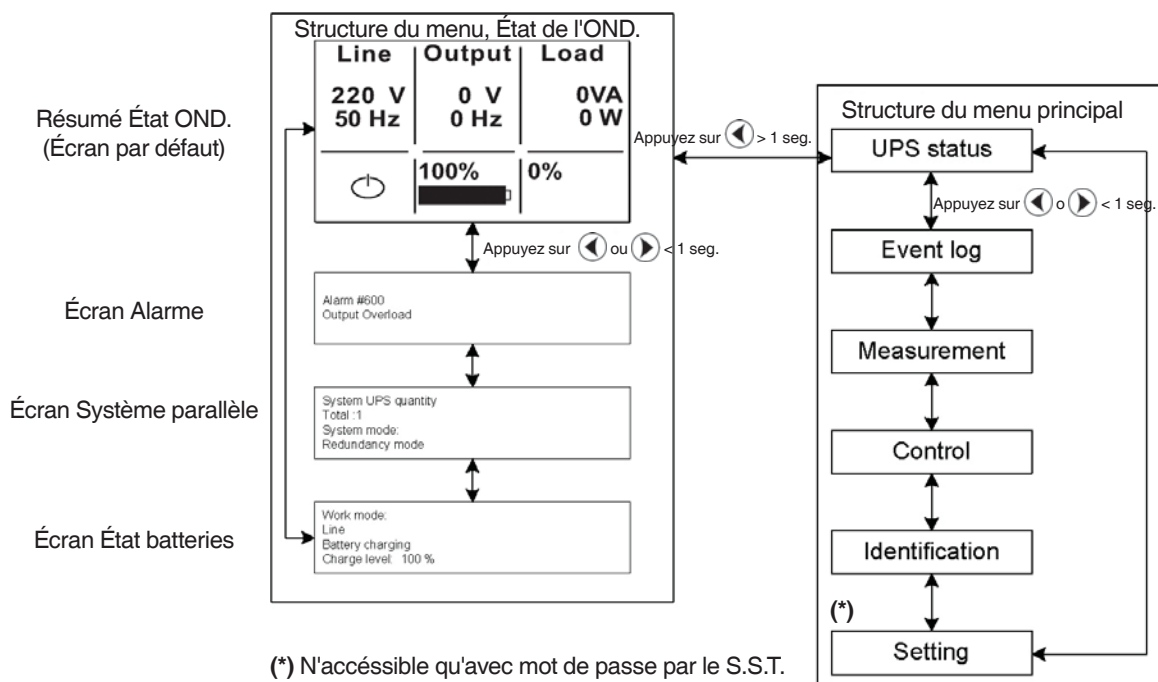

Fig. 33. Écrans, structure menu principal.
- Dès le même écran principal, lors d'appuyer sur la touche ◀ pendant plus de 1 seg., on verra la Structure du menu principal (voir figure 33).